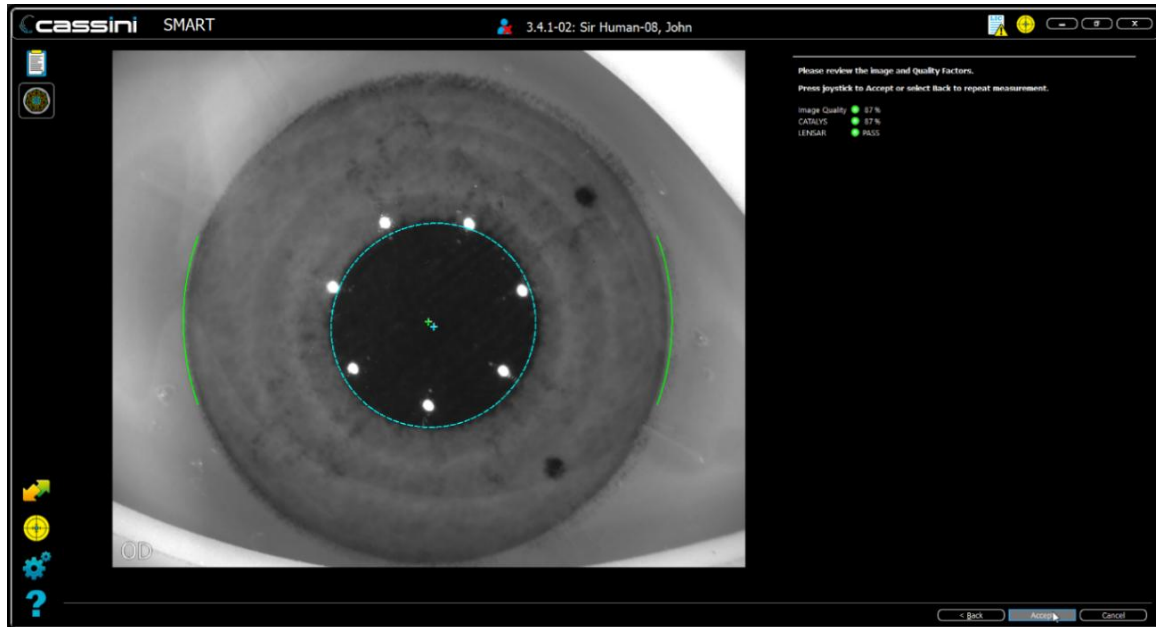

Abbildung 27: Ergebnisse des mesopischen Scans
4. Die Ergebnisse werden wie in Abbildung 27 dargestellt angezeigt